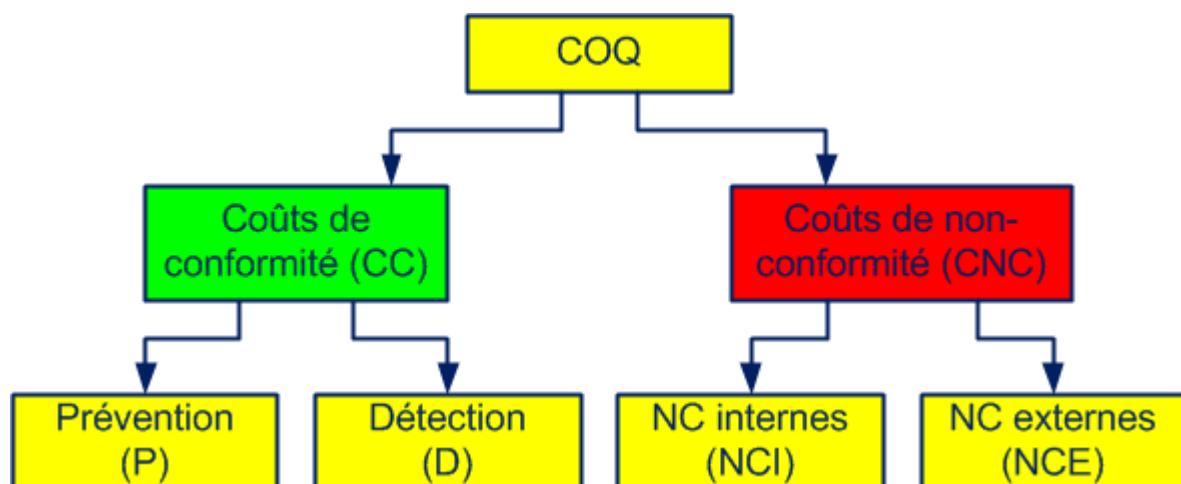

Figure 4-1. Catégories de coûts
Comme le montre la figure 4-1 les coûts de conformité (CC) se divisent en deux catégories :
- coûts de prévention (P) et
- coûts de détection (D)